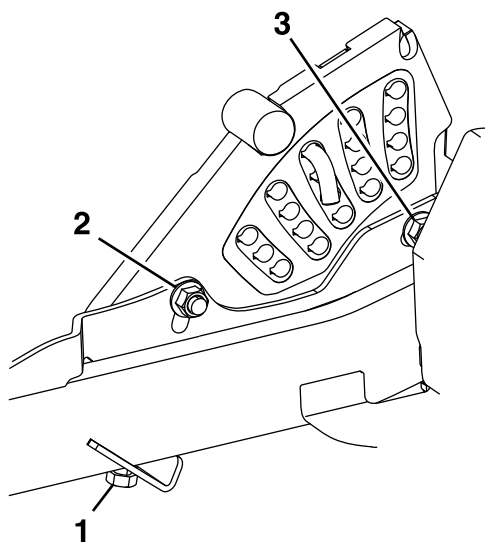

Bild 83
13. Wenn die vier Einstellvorrichtungen des Mähwerks nicht ausreichend eingestellt sind, um die genaue Schnitthöhe mit dem gewünschten Rechen zu erreichen, können Sie die zentrale Einstellsystem (Bild 83) einstellen.
14. Um das zentrale Einstellsystem einzustellen, lösen Sie zunächst die vorderen und hinteren Befestigungsschrauben für die Höhenverstellplatte (Bild 83).
16. Ziehen Sie die zwei Schrauben unten an der Schnitthöhenplatte an (Bild 83).